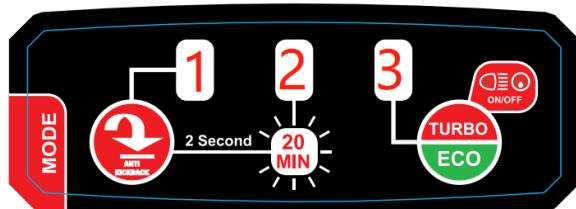

Рис.1
1. Данная модель оснащена функцией «Anti kickback», которая отключит инструмент после резкого заклинивания и не даст причинить вред здоровью оператора. Активируется нажатием клавиши «Anti kickback», после чего загорится сигнал 1 (рис. 1). Для деактивации снова нажмите клавишу «Anti kickback».
2. Для включения LED-подсветки на 20 минут – зажмите и держите клавишу «Anti kickback» до включения индикатора 2 (рис. 1). LED-подсветка отключится автоматически через 20 минут.
3. Модель имеет 2 основных режима работы: TURBO и ECO. Для активации режима TURBO нажмите клавишу «TURBO/ECO» - загорится индикатор 3 (рис. 1). Для перехода обратно в режим ECO еще раз нажмите на клавишу «TURBO/ECO».